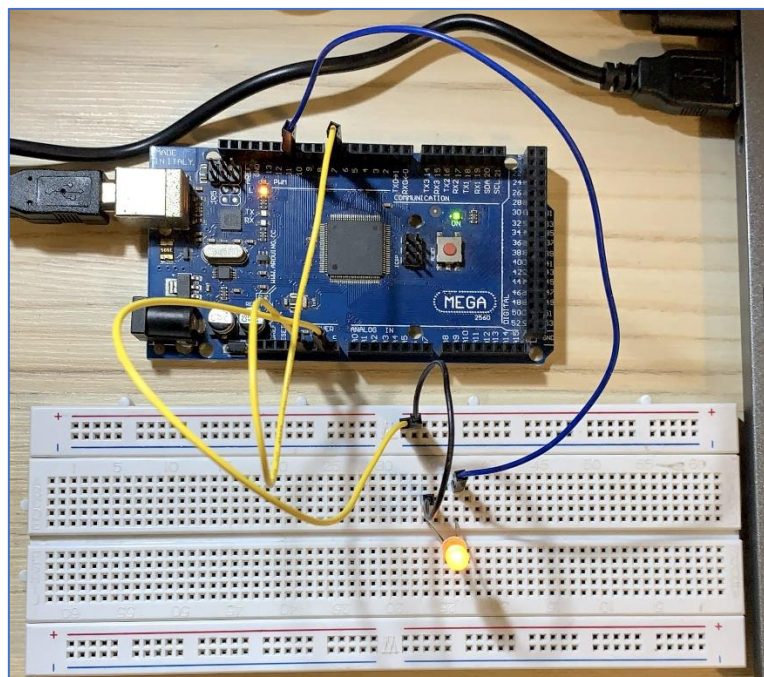

Figura 8 – Protótipo em placa de protoboard para teste do circuito do exemplo de uso da função digitalRead()
- O protótipo do circuito correspondente ao código da Figura 7 montado em placa de *protoboard* está apresentado na Figura 8.